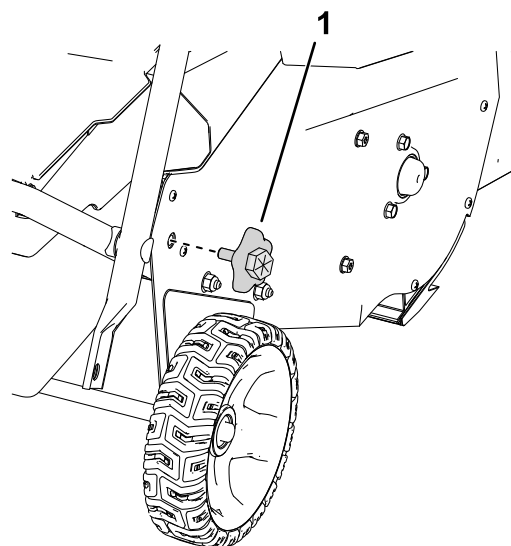

Figure 4
4. Retirez les boutons inférieurs du guidon de chaque côté de la machine (Figure 4).